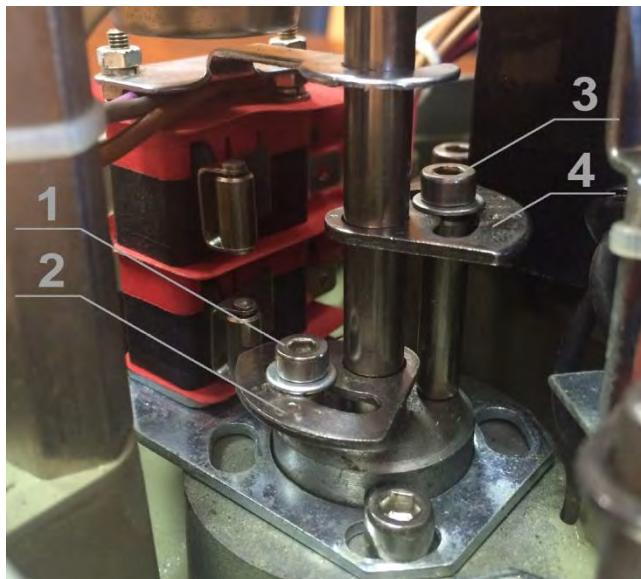

Рис. 3. Блок концевых выключателей
2.3.1.1.3. Ослабить крепежный винт (1) кулачка CLS (2) (рис. 3).
- 2.3.1.2.3. Ослабить крепежный винт (3) кулачка OLS (4) (рис.3).